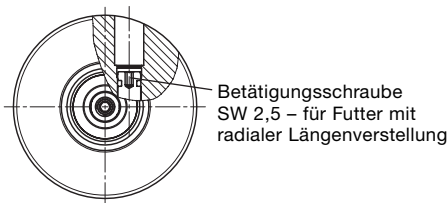
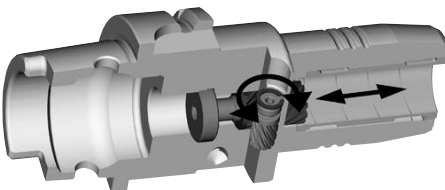

Bild 3
Bild 4
- Die Längeneinstellschraube wird über die Betätigungsschraube mit dem mitgelieferten Steckschlüssel verstellt. (siehe Bild 3, Schnitt B - B und Bild 4).